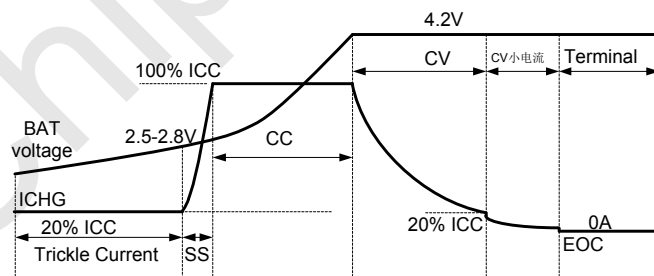

图 8: 充电过程示意图
图 8 显示 IP2333 线性充 4.2V 锂电池的典型充电模式和典型的充电过程。对于终端电压低于 pre-charge 门限 (V_{VBAT_PRE}) 的过放的电池, IP2333 将以 pre-charge (等于 CC/5) 的电流开始涓流充电 (Pre_charge Current)。当电池电压达到 Pre_charge 门限后, 芯片开始以设定值 (CC 寄存器 REG02[5:0] 设定) 的恒定电流充电。一旦电池电压达到 CV 电压, 芯片将在恒压 (CV) 模式下工作, 充电电流将会逐渐减小;